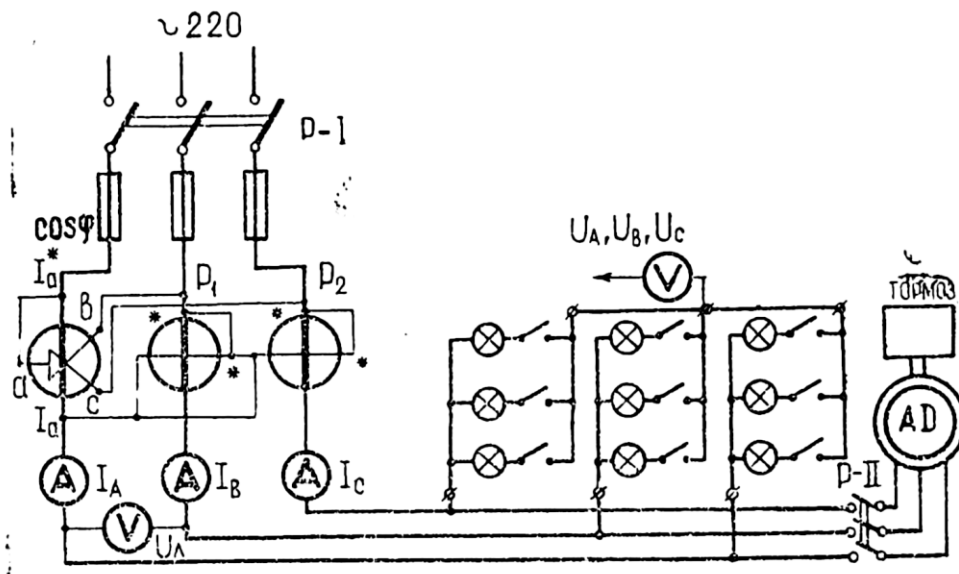

Рис. 3. Схема лабораторной установки для исследования схемы измерения методом двух ваттметров
2. Собрать схему измерений (рис. 3). Рубильник Р-II и выключатели лампового реостата выключить.